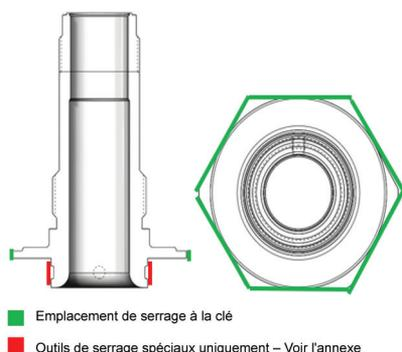

Figure 48 : Emplacements de serrage de la buse de détection intégrée
- Serrez avec la clé/douille à un couple maximum ne dépassant pas la valeur indiquée dans le tableau 10 à l'emplacement de serrage illustré sur la figure 48.
- À l'aide de l'insert d'outil de serrage de buse de détection intégrée 2900, serrez à un couple maximal ne dépassant pas la valeur indiquée dans le tableau 10 selon le schéma de la section XXIII, à l'emplacement des outils de serrage spéciaux uniquement illustré sur la figure 48.
- a. Serrez avec la clé/douille à un couple maximum ne dépassant pas la valeur indiquée dans le tableau 10 à l'emplacement de serrage illustré sur la figure 48.
- b. À l'aide de l'insert d'outil de serrage de buse de détection intégrée 2900, serrez à un couple maximal ne dépassant pas la valeur indiquée dans le tableau 10 selon le schéma de la section XXIII, à l'emplacement des outils de serrage spéciaux uniquement illustré sur la figure 48.